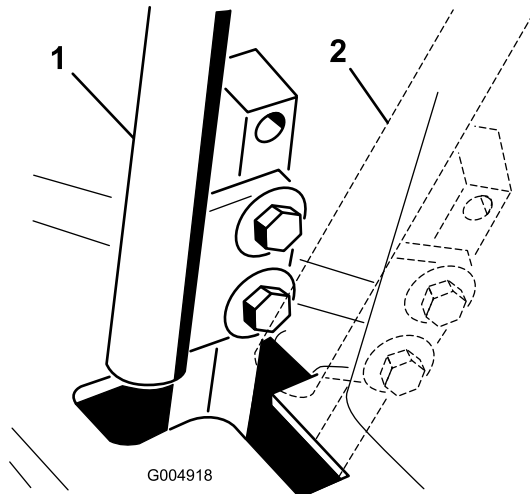

Bild 62
4. Schieben Sie einen der Hebel in die neutrale, jedoch **nicht gesperrte** Stellung (Bild 62).
6. Prüfen Sie, dass der Fahrtriebshebel relativ zur Kerbe im Armaturenbrett ist (Bild 62). Er sollte zentriert sein, so dass der Hebel nach außen in die gesperrte Neutralstellung gedreht werden kann.